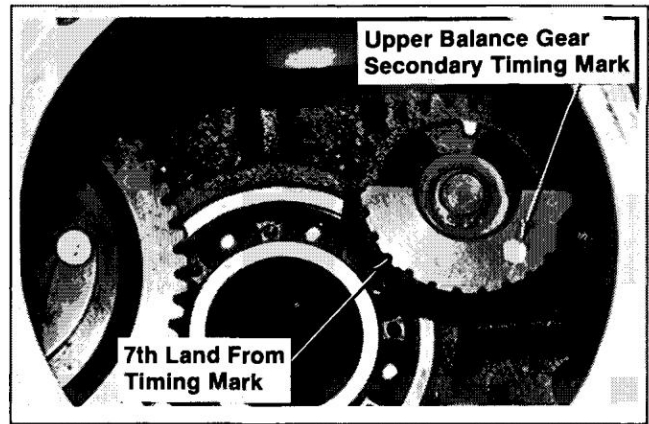

Figure 12-26. Marquage de la terre sur l'engrenage d'équilibrage supérieur.
Engrenage d'équilibrage supérieur - Localisez la marque de synchronisation secondaire sur l'engrenage d'équilibrage. En commençant par l'atterrissage à côté du repère de chronométrage, comptez sept (7) atterrissages dans le sens des aiguilles d'une montre . Marquez le septième pays. Reportez-vous à la Figure 12-26.